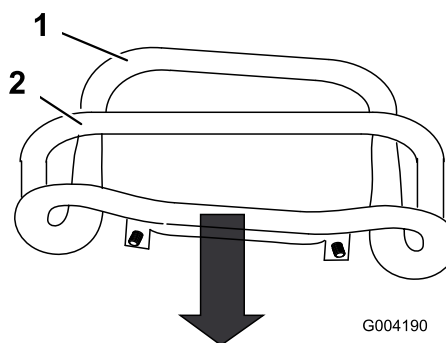

図 54
3. 走行コントロールを手前一杯に引いてコントロールの前部を基準バーに接触させる **図 54**。